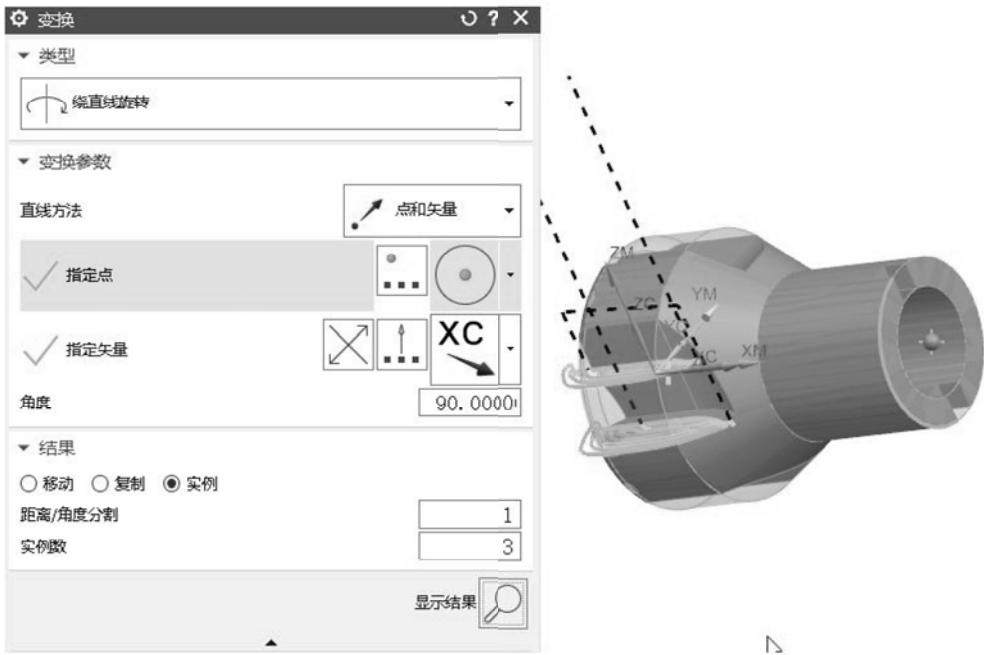

图 3-25 设置旋转刀轨变换参数
(1) 在几何视图中，选中刚才创建的定轴加工，单击鼠标右键，在弹出的快捷菜单中依次选取【对象】和【变换】命令，使用绕直线旋转的方法生成其他部位的定轴加工。旋转轴线为过零件右侧端面圆心点的 XC 轴，采用【实例】方法进行刀轨旋转操作，具体参数设置如图 3-25 所示。